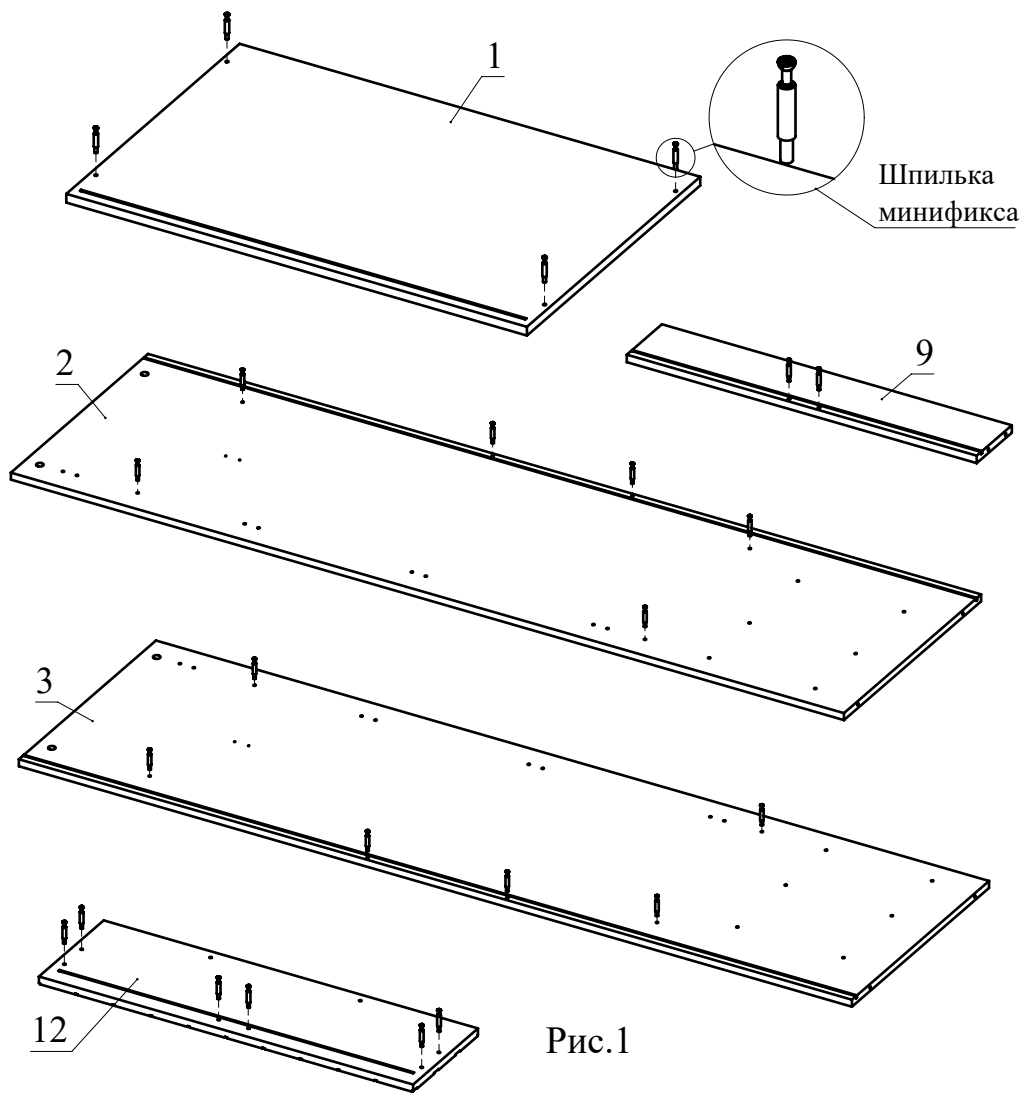

Рис.1
1. Вкрутите шпильки минификсов в детали 1, 2, 3, 9, 12 (Рис. 1).